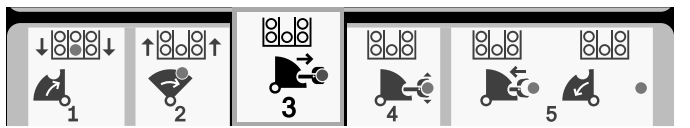

Bild 33
6. Lassen Sie die Taste los, um zum nächsten Schritt in der Folge zu gehen (Bild 33).